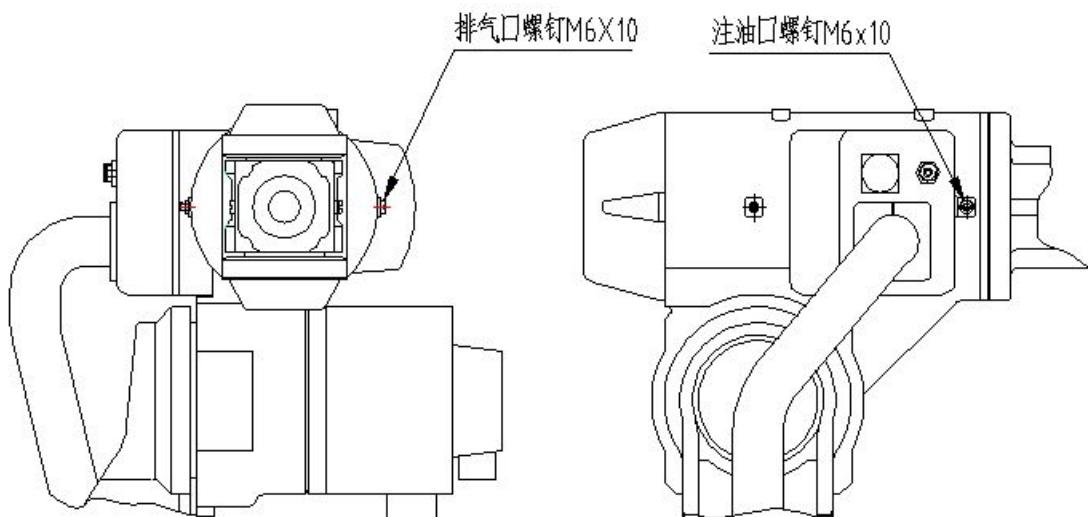

图 19 J4 轴十字交叉轴承处的结构
- (1) 取下排气口的螺丝堵；
- (2) 取下注油口的螺丝堵，在注油口安装 M6 油嘴；
- (3) 用油枪从注油口注油（参考图 19 J4 轴十字交叉轴承处的结构）；